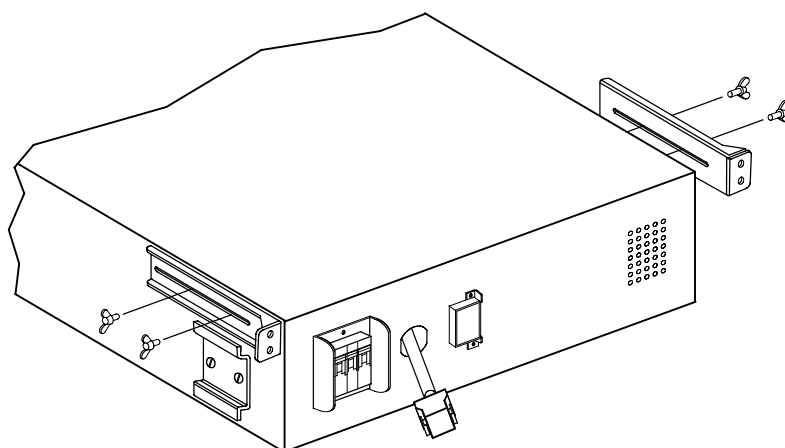

Рисунок 9. Установка дополнительных сейсмоустойчивых кронштейнов EBM
- 15.** При установке дополнительных сейсмоустойчивых кронштейнов необходимо совместить два сейсмоустойчивых кронштейна дополнительного батарейного модуля с крепежными отверстиями по сторонам дополнительного батарейного модуля над задними кронштейнами. Слегка закрепите кронштейны четырьмя прилагающимися барашковыми болтами. См. рис. 9.